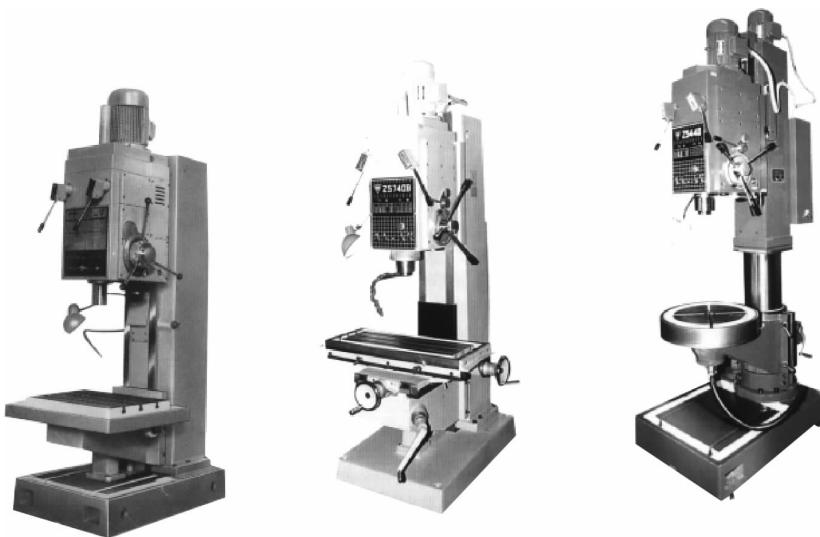

图 0-6 立式钻床
②立式钻床。立式钻床(见图 0-6)最大钻孔直径有 25 mm、35 mm、40 mm 和 50 mm 等几种, 一般用来加工中型工件。